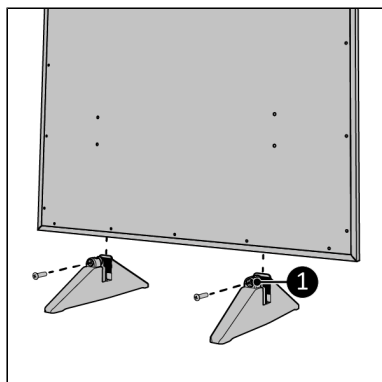

Figure 87.
2. Vissez et serrez les socles (Figure 87, pos. 1).